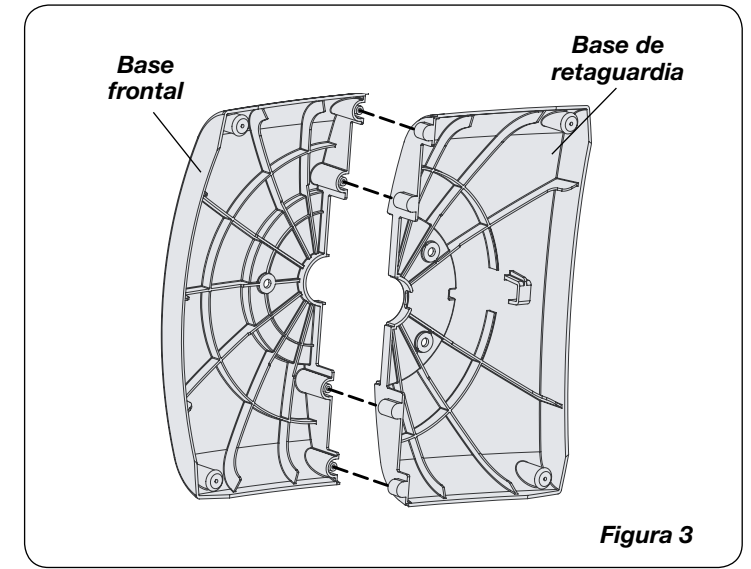

Figura 3
- Reunir las piezas de base 2 y ensamblarlos mediante bloqueo de la base frontal en la base posterior. Pase el cable de la fuente de alimentación a través del cable de Chanel en el centro de la base (Figura 3).